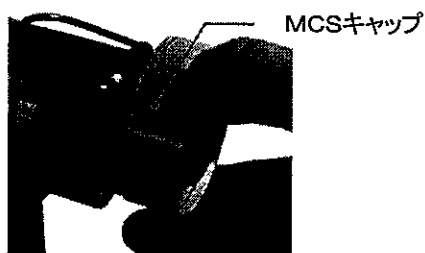

図7-13
(6) MCSキャップを手で緩め外し、エンドキャップ周り、MCSキャップフロント等を、きれいなウエス等で拭いてください。(図7-13、14)